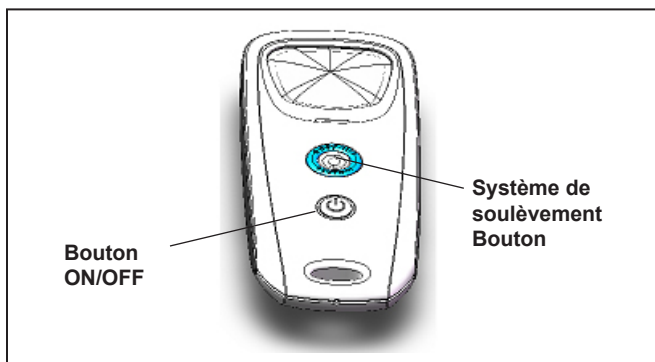

Figure 20. Télécommande 3510 WD
Appuyer sur  (voir Figure 20) pendant 3 secondes.
- Pour faire sortir le robot de l'eau à l'aide de la télécommande, appuyer sur  (voir Figure 20).